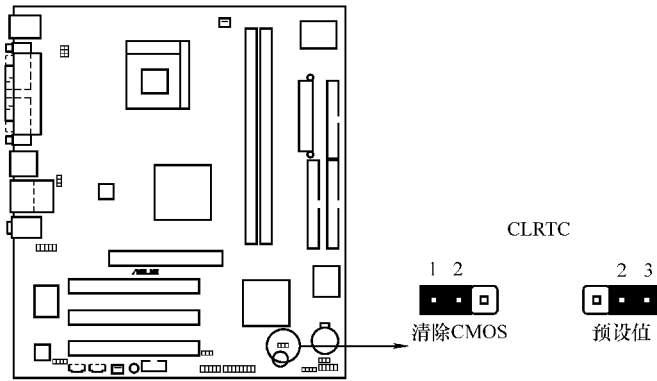

图 2-81 CMOS 清除跳线示意图
- 2) 将 CLRTC 跳线帽由 2 ~ 3（默认值）改为 1 ~ 2 约 5 ~ 10s（此时即清除 CMOS 数据）然后再将跳线帽改回 2 ~ 3，如图 2-81 所示。